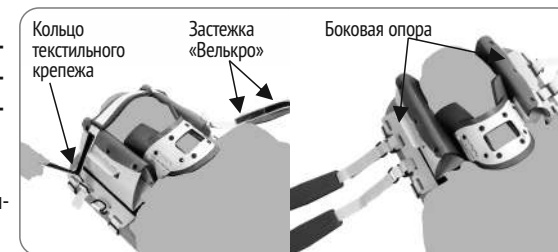

Рис. 5 Установка боковых опор
- 6.6. Установите боковые опоры с двух сторон от головы пациента, так чтобы боковые опоры плотно прилегали к голове пациента, и зафиксируйте их на основании с помощью застежки «велькро» (Рис. 5). Следите, чтобы уши пациента располагались в отверстиях боковых опор.